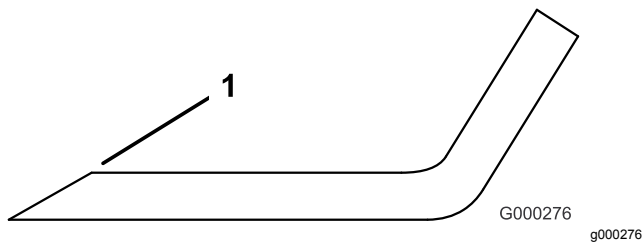

Bild 33
3. Untersuchen Sie die Schnittkanten aller Messer. Schärfen Sie alle stumpfen und ausgekerbten Schnittkanten. Schärfen Sie nur die Oberseite der Schnittkanten und behalten dabei den ursprünglichen Schnittwinkel bei, um die Schärfe des Messers zu gewährleisten (Bild 33). Das Schnittmesser behält seine Auswuchtung bei, wenn von beiden Schnittkanten die gleiche Materialmenge entfernt wird.